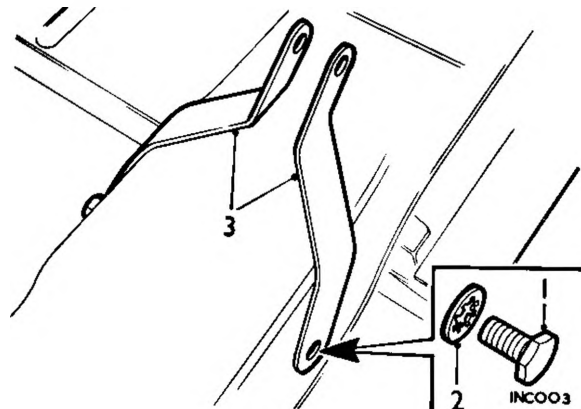

Fig. Rb.15
- (7) Per accedere alle viti di fissaggio togliere il tappetino. Svitare le due viti (1) e rimuovere le rosette elastiche e le piastrine (3, Fig. Rb.15).
- (4) Per accedere alle viti di fissaggio togliere il tappetino. Svitare le due viti (1) e rimuovere le rosette elastiche e le piastrine (3, Fig. Rb.15).